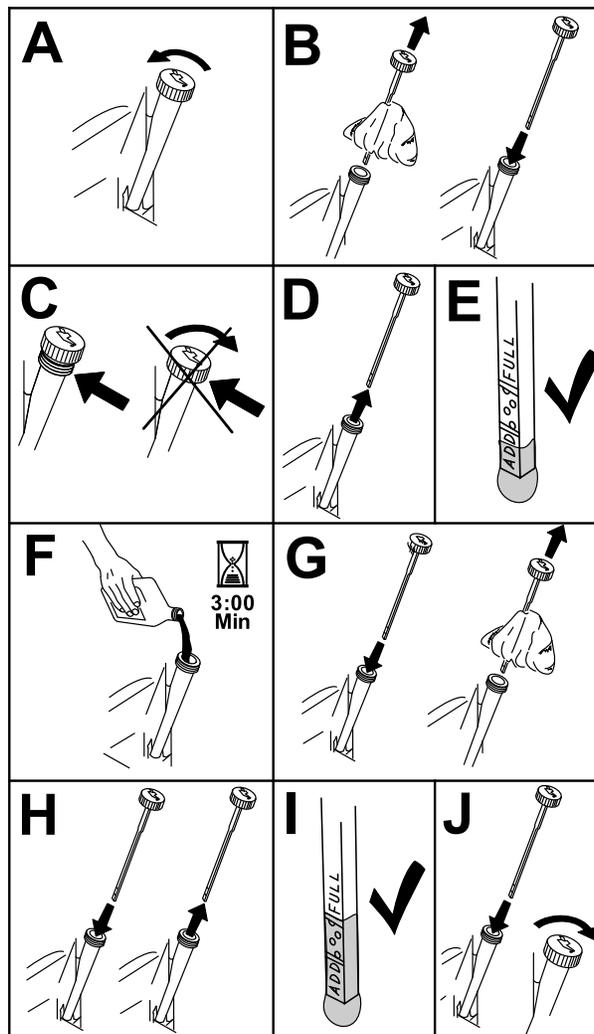

Рисунок 61
3. Чтобы не допустить попадание грязи, скошенной травы и т.п. в двигатель, очистите поверхность вокруг крышки маслозаливной горловины и масломерного щупа, прежде чем снимать их (Рисунок 61).